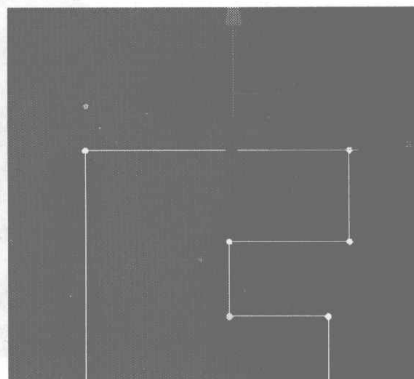

图 4.473
- 06** 框选所有的节点，单击右键，在弹出的快捷菜单中选择 Corner 命令，再框选如图 4.473 所示的两个节点，然后分别单击 **Fuse** 按钮与 **Weld** 按钮，将其进行对齐焊接。